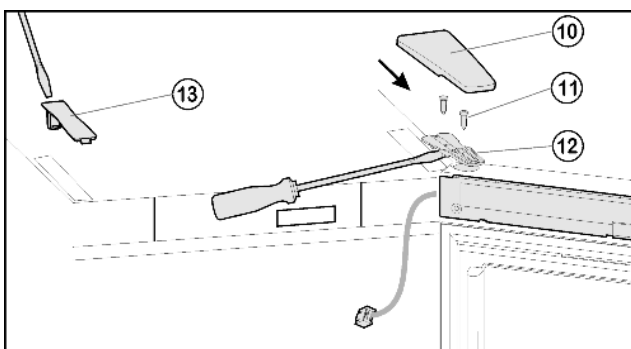
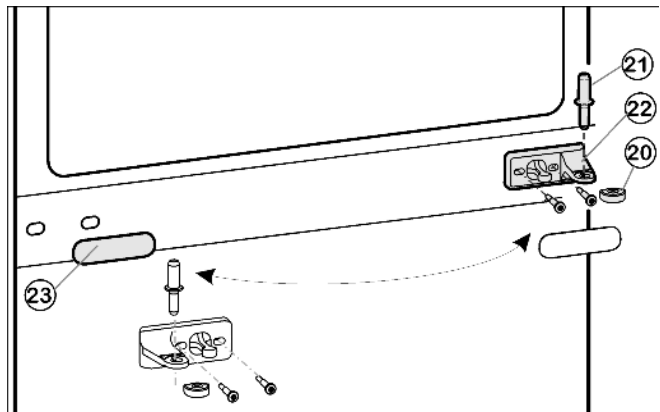
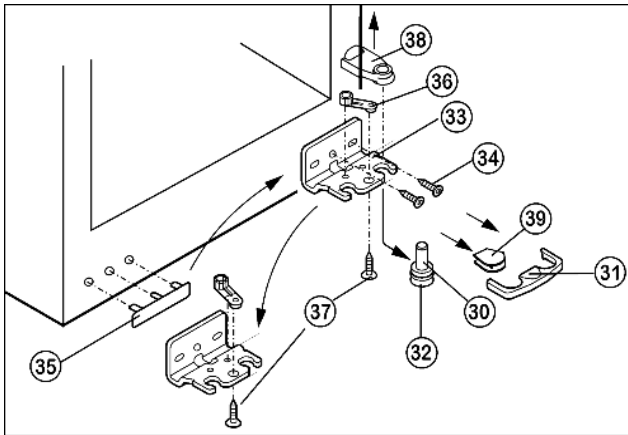

Fig. 5
Fig. 6
Fig. 7
- ▶ Вытяните крышку Fig. 5 (10) вперед и снимите крышку Fig. 5 (11).
- ▶ Отпустите винты Fig. 5 (11).
- ▶ Снимите дверцу вместе с опорным кронштейном Fig. 5 (12) и кабелем вверх. Для снятия, возможно, понадобится осторожно подцепить опорный кронштейн снизу шлицевой отвёрткой.
- ▶ Вытащите из опорного кронштейна и нижней дверцы средний опорный палец Fig. 6 (21).
- ▶ Пластмассовый колпачок Fig. 6 (20) снимите.
- ▶ Снимите средний опорный кронштейн Fig. 6 (22).
- ▶ Осторожно снимите накладку Fig. 6 (23).
- ▶ Открутите средний опорный кронштейн Fig. 6 (22) и прикрутите его с поворотом на 180° на новую сторону шарнира.
- ▶ Снова защелкните накладку Fig. 6 (23) на стороне, где теперь будет ручка.
- ▶ Нижнюю крышку Fig. 7 (31) снимите движением вперед.
- ▶ Нижнюю крышку Fig. 7 (39) снимите.\*
- ▶ Снимите крышку Fig. 7 (38) вверх.\*
- ▶ Полностью вверните регулируемую опору Fig. 7 (32).
- ▶ Вытяните опорный палец Fig. 7 (32) вниз и вперед. При этом следите за гнездом шарнира Fig. 7 (30).
- ▶ Открутите опорный кронштейн Fig. 7 (33) (2 шт. Torx 25) Fig. 7 (34).
- ▶ Открутите опорную деталь Fig. 7 (36) (1 Torx 25) Fig. 7 (37) и, переставив в отверстие на противоположной стороне опорного кронштейна, снова прикрутите.
- ▶ Осторожно приподнимите и переставьте крышку Fig. 7 (35) со стороны ручки.
- ▶ Снова прикрутите опорный кронштейн Fig. 7 (33) на новой стороне шарнира, при необходимости с помощью аккумуляторного шуруповерта через внешний продольный паз и круглое отверстие.
- ▶ Снова слегка наклоните устройство назад и переставьте опорный палец Fig. 7 (32).
- ▶ Установите дверь сверху на опорный палец Fig. 7 (32).
- ▶ Вставьте средний опорный палец Fig. 6 (21) через средний опорный кронштейн Fig. 6 (22) в нижнюю дверцу.
- ▶ Установите пластмассовый колпачок Fig. 6 (20).
► Установите верхнюю дверцу на средний опорный палец *Fig. 6 (21)*, закройте дверцу и установите верхний опорный кронштейн *Fig. 5 (12)* так, чтобы он защелкнулся в верхней стороне устройства.
► Прикрутите опорный кронштейн *Fig. 5 (12)*. При необходимости просверлите отверстия или используйте аккумуляторную отвертку.
► Защёлкните крышку *Fig. 5 (10)* и крышку *Fig. 5 (13)*.
► При необходимости выровняйте дверцы через два продольных паза в нижнем опорном кронштейне *Fig. 7 (33)* и среднем опорном кронштейне *Fig. 6 (22)* параллельно корпусу устройства, затем затяните винты.
► Снова защелкните крышку *Fig. 7 (31)* на опорном кронштейне снизу.